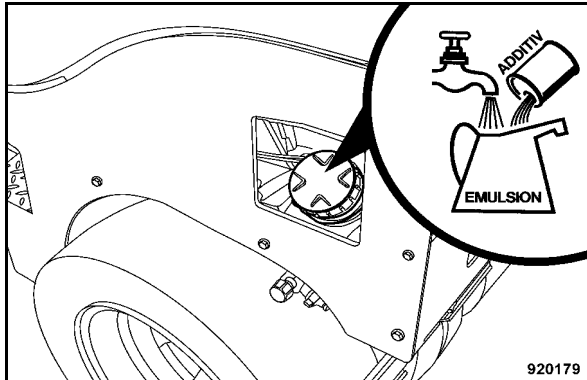

Fig. 183
- Remplir le réservoir à émulsion (Fig. 183).